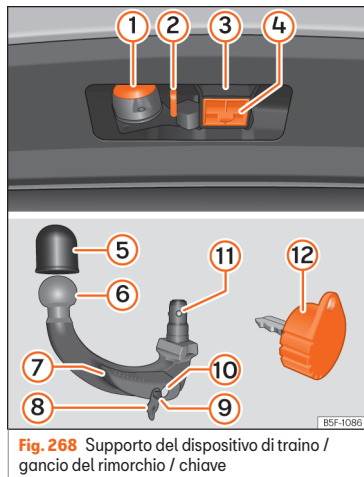

Fig. 268 Supporto del dispositivo di traino / gancio del rimorchio / chiave
- La zona superiore dell'alloggiamento del gancio è provvista di grasso lubrificante »» fig. 268 ③. Quando si utilizza il dispositivo è necessario assicurarsi che non sia stato rimosso.
- Estrarre il tappo di alloggiamento del gancio »» fig. 268 ④ verso il basso.
- Collocare il coperchio (4) nell'alloggiamento corrispondente »» fig. 268.